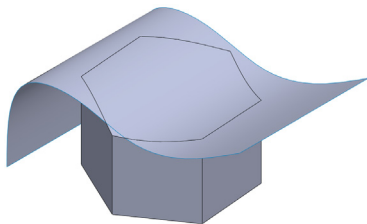

图 7-80 替换曲面效果
(5) 单击【确定】按钮，即可替换曲面对象，如图 7-80 所示。